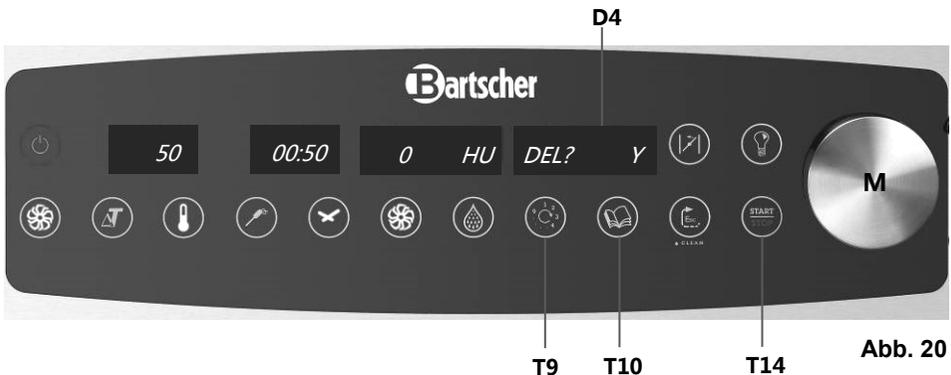

Abb. 20
Wenn Sie die Änderungen speichern möchten, halten Sie die Taste **T10 (Abb. 20)** für drei Sekunden gedrückt. Das geänderte Garprogramm überschreibt die alte Version.
3. Halten Sie die Taste **T9 (Abb. 20)** gedrückt.
4. Die Anzeige **D4 (Abb. 20)** zeigt: **DEL? N**.
5. Drehen Sie den Drehschalter **M (Abb. 20)**, in der Anzeige **D4 (Abb. 20)** erscheint **DEL? Y**. Bestätigen Sie den Vorgang, indem Sie den Drehschalter **M** drücken.
Um ein **Garprogramm teilweise zu löschen**, wählen Sie die Garphase, welche gelöscht werden soll, aus und drücken dann die Taste **T9 (Abb. 20)**. Fahren Sie mit den Punkten 4 und 5 wie oben beschrieben fort.